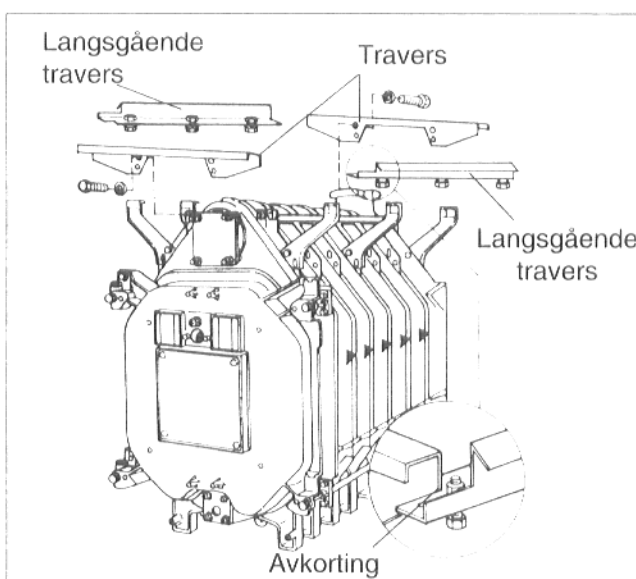

Fig. 30
- Traversen oppe, foran og bak, festes på front- og bakelement med M 8 x 16 skruer. Profilen peker ut fra kjelen (Fig. 30).
- Den langsgående travers legges opp på konsollen til front- og bakelement (Fig. 30).